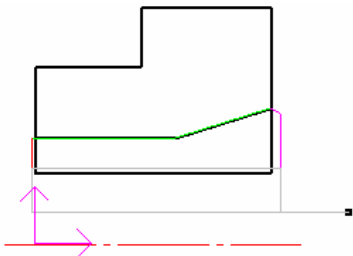

图 4-75 精车加工内孔轨迹
5) 生成刀具轨迹。当确定好进退刀点后，系统会自动生成绿色的刀具轨迹，如图 4-75 所示。